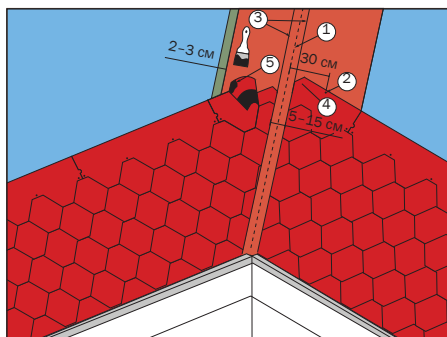

Рис. 18
Рядовая черепица укладывается поверх ендовного ковра и монтируется в хаотичном порядке до линии подреза (3) в сторону оси ендовы (1) (рис. 18). Каждая черепица дополнительно фиксируется с помощью кровельных гвоздей в верхней части (2). Не следует прибивать специальные гвозди на расстоянии ближе 30 см от центральной оси ендовы (1). Так собираются две поверхности ската относительно ендовы. После чего при помощи шнуры (отбивки) отбиваются две мелованные линии (3). Затем рядовая черепица прорезается по линии 3. При этом необходимо подкладывать специальную дощечку, чтобы не повредить целостность гидроизоляционного ковра. Для отбоя воды в ендове необходимо подрезать каждую черепицу (4) и промазывать битумной мастикой ТехноНИКОЛЬ с тыльной стороны на величину 10 см в местах отсутствия самоклеющегося слоя (5).